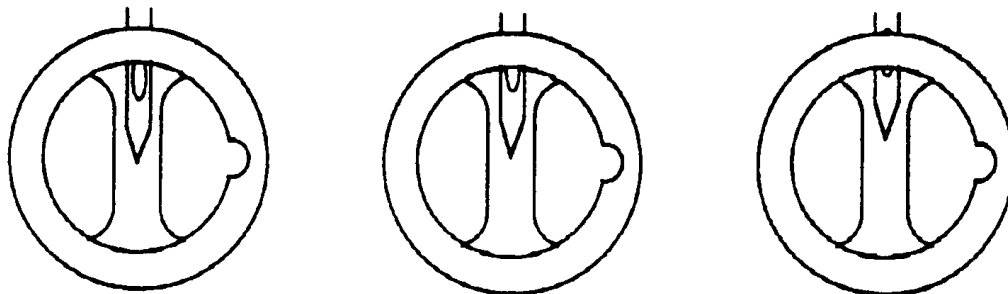

Figura 4-16
9. Guardate direttamente nell'assemblaggio del perno e controllate la posizione della cruna dell'ago rispetto alla Figura 4-16.